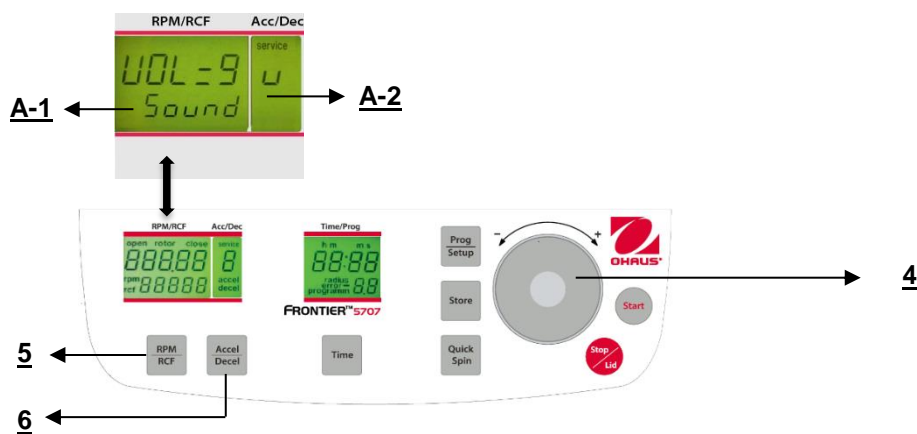

Figura. 30
Procedere come descritto al punto 4.1.2 per inserire questa modalità programma e poi premere il tasto **"Accel/Decel"** (6). Sul display **"Acc/Dec"** (A-2) lampeggia la parola **"Service"**. Selezionare adesso la lettera **"U"** con la quadrante di regolazione (4). Di conseguenza, sul display **"RPM/RCF"** (A-1), appaiono le parole **"Vol=0-9/Sound"**. Dopo aver premuto il tasto **"RPM/RCF"** (5), è possibile regolare il volume desiderato fra 0 (basso) e 9 (alto) con la quadrante di regolazione (4) (Vedere figura 30).